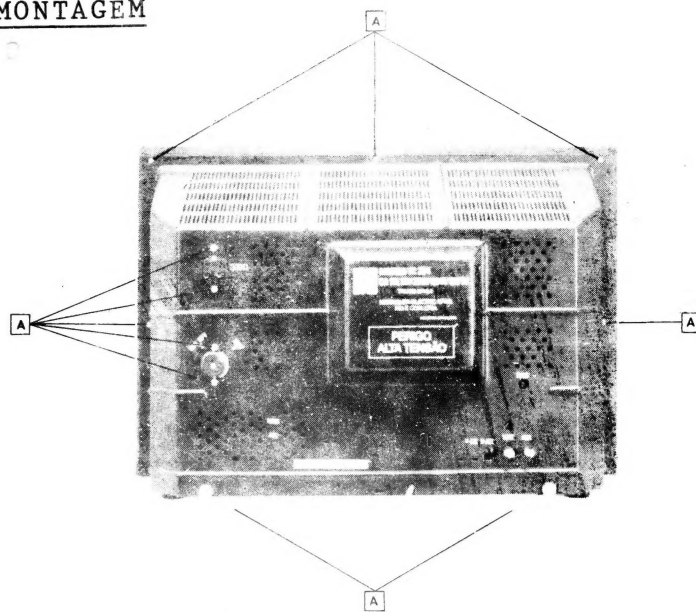

Fig. 1
- 1 - Remova os parafusos **A** que fixam a Tampa Traseira. (Ver fig. 1)